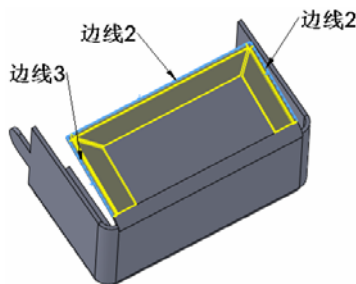

图 9-74 选择添加褶边边线
① 选择菜单栏中的“插入”→“钣金”→“褶边”命令，或者单击“钣金”工具栏中的“褶边”图标。弹出“褶边”特征管理器。在图形区域中，选择想添加褶边的边线，如图 9-74 所示。